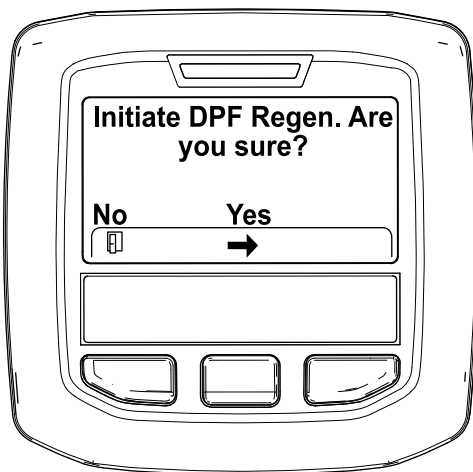

図 44
4. Initiating DPF Regen DPF 再生開始 Are you sure? というメッセージが表示されるので、中央ボタンを押す 図 44。